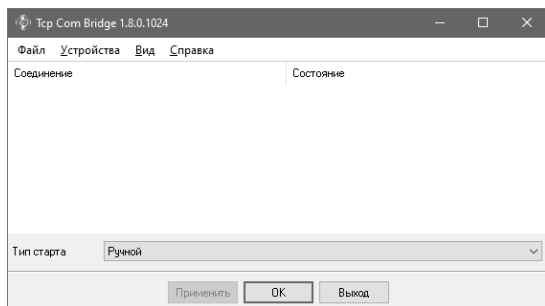

Рисунок 41 – Окно программы «TCP COM Bridge»
3.5.14.20 Окно программы «TCP COM Bridge» выглядит следующим образом (рисунок 41).